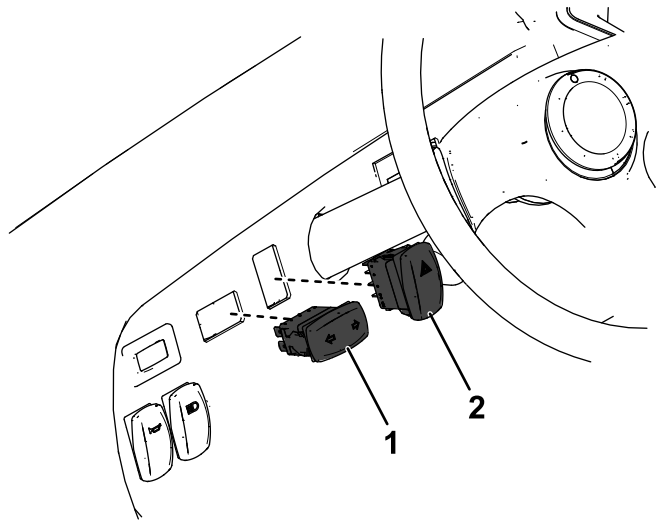

Figura 8
3. Inserte el interruptor de los intermitentes y el interruptor del freno en los taladros del panel del salpicadero, hasta que encajen en su lugar, tal y como se muestra en la Figura 8.